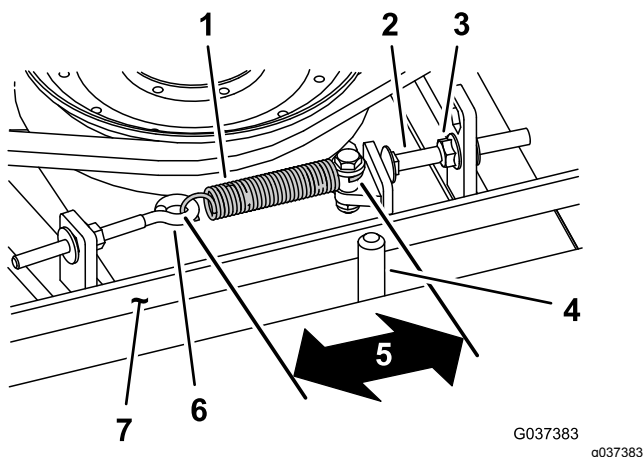

図 114
エクステンションスプリングの長さフックからフックまでが  $8.3\text{ mm} \pm 9.5\text{ mm}$  であれば、張りは適切です。スプリングの張りを正しく調整できたら、その下のストップボルト キャリッジボルト の頭部とアイドラームとの間の隙間を  $2\text{ mm}-5\text{ mm}$  に調整します 図 114。
注 ベルトが、ベルトガイドのスプリング側に取り付けられていることを確認してください 図 114。
2. アイボルトをゆるめる 図 114。
3. ストップボルトを取り付けタブに固定しているフランジナットをゆるめ、プーリをベルトから外す 図 114。
9. エクステンションスプリング 図 114 をアイボルトに以下のように取り付ける